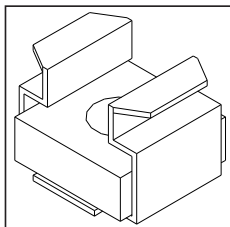

Figure 9: boulon carré
Il ya deux (2) pieds de nivellement et ils peuvent être trouvés à l'intérieur du sac du manuel. Chaque pied de nivellement se compose d'un long boulon, un écrou hexagonal, une rondelle et un boulon carré avec clip (voir la figure 9). Pour le montage des pieds de nivellement l'unité doit être sur son dos et un 1/2 "clé est nécessaire pour les ajustements.